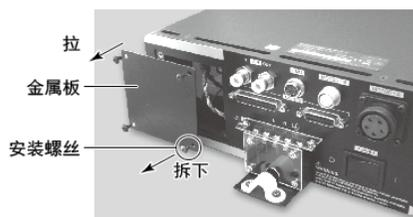

图21
- (2) 拆下金属板上的螺丝，从控制器拉出金属板（图21）。